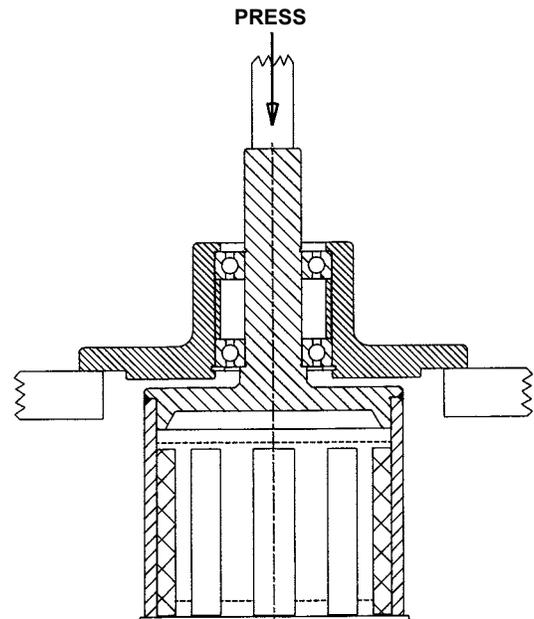

FIGURA 13
2. Retire el aro de retención externo, del eje, coloque la unidas en el prensador y empuje el eje hacia fuera tal como se indica en la Figura 13. Sujete el extremo del magnetismo exterior para evitar que caiga y posibles daños.